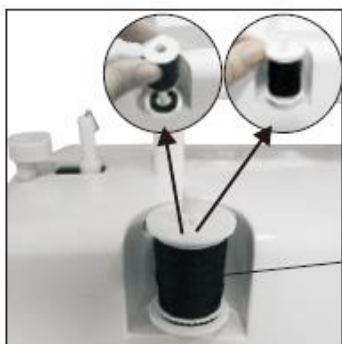

Abb. 20
1. Setzen Sie eine Garnspule auf den Garnspulenhalter. (Abb. 20)